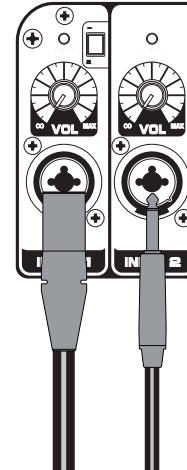

Figura 2
4. Conecte una señal de nivel de línea procedente de su mesa de mezclas (u otra fuente de audio) o un micrófono al conector de la Entrada 1 o una señal de nivel de línea al conector de la Entrada 2 del panel trasero del Auro X12D/X15D (Figura 2). Si utiliza un micrófono, sitúe el interruptor Mic/Línea en la posición de micrófono.